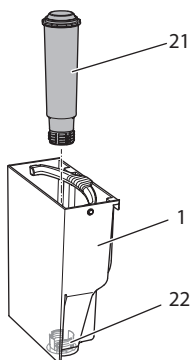

Bild 15: Skruva fast eller lossa vattenfiltret
- Ta ut vattenfiltret (se Bild 15 på sidan 182).
9. Sätt i ett nytt filter i vattenbehållaren (se *Bild 15*).
3. Ta ut vattenfiltret (se *Bild 15*).